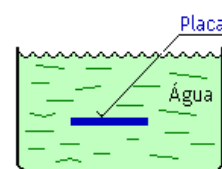

Figura 4
- b) Uma placa plana encontra-se imersa em água ($T_{\text{água}} = 100^\circ\text{C}$) como se ilustra na figura 4. Sendo a temperatura da placa igual a 120°C , diga em qual das faces da placa (superior ou inferior) é maior o coeficiente de transferência de calor. Justifique.